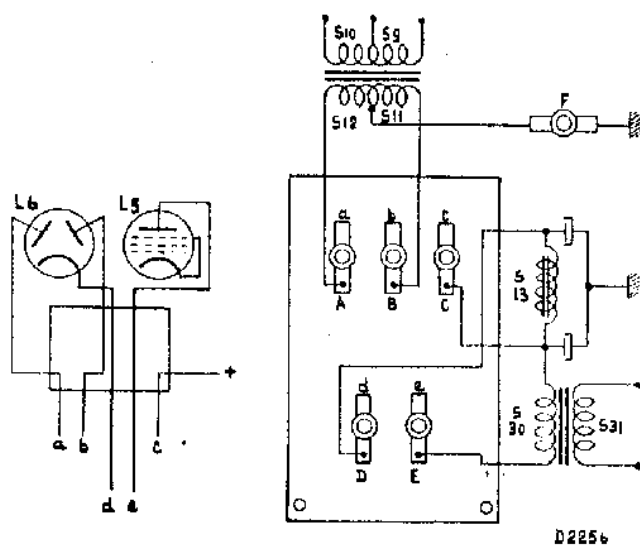

Fig. 6
**IV.** Probeeren of anodespanning aanwezig is, door b.v. te meten tusschen punt C op het klemmenbordje en chassis (fig. 6). Is deze abnormaal dan de hoogspanningsverbinding tusschen voedings- en ontvangstgedeelte losnemen. (Draad c) Is de spanning nu normaal, dan moet de fout in het ontvangstgedeelte gezocht worden. Blijft zij abnormaal, dan schuilt de fout in het voedingsgedeelte.
Triller werkt, maar hoogspanning tusschen punt c van klemmenbordje en chassis abnormaal (fig. 6)
lossoldeeren (fig. 6) Voorplaat niet van ontvanger-chassis losnemen.
Op klemmenbordje draden A, B en F lossoldeeren (fig. 6). Triller unit van voedingsgedeelte-chassis